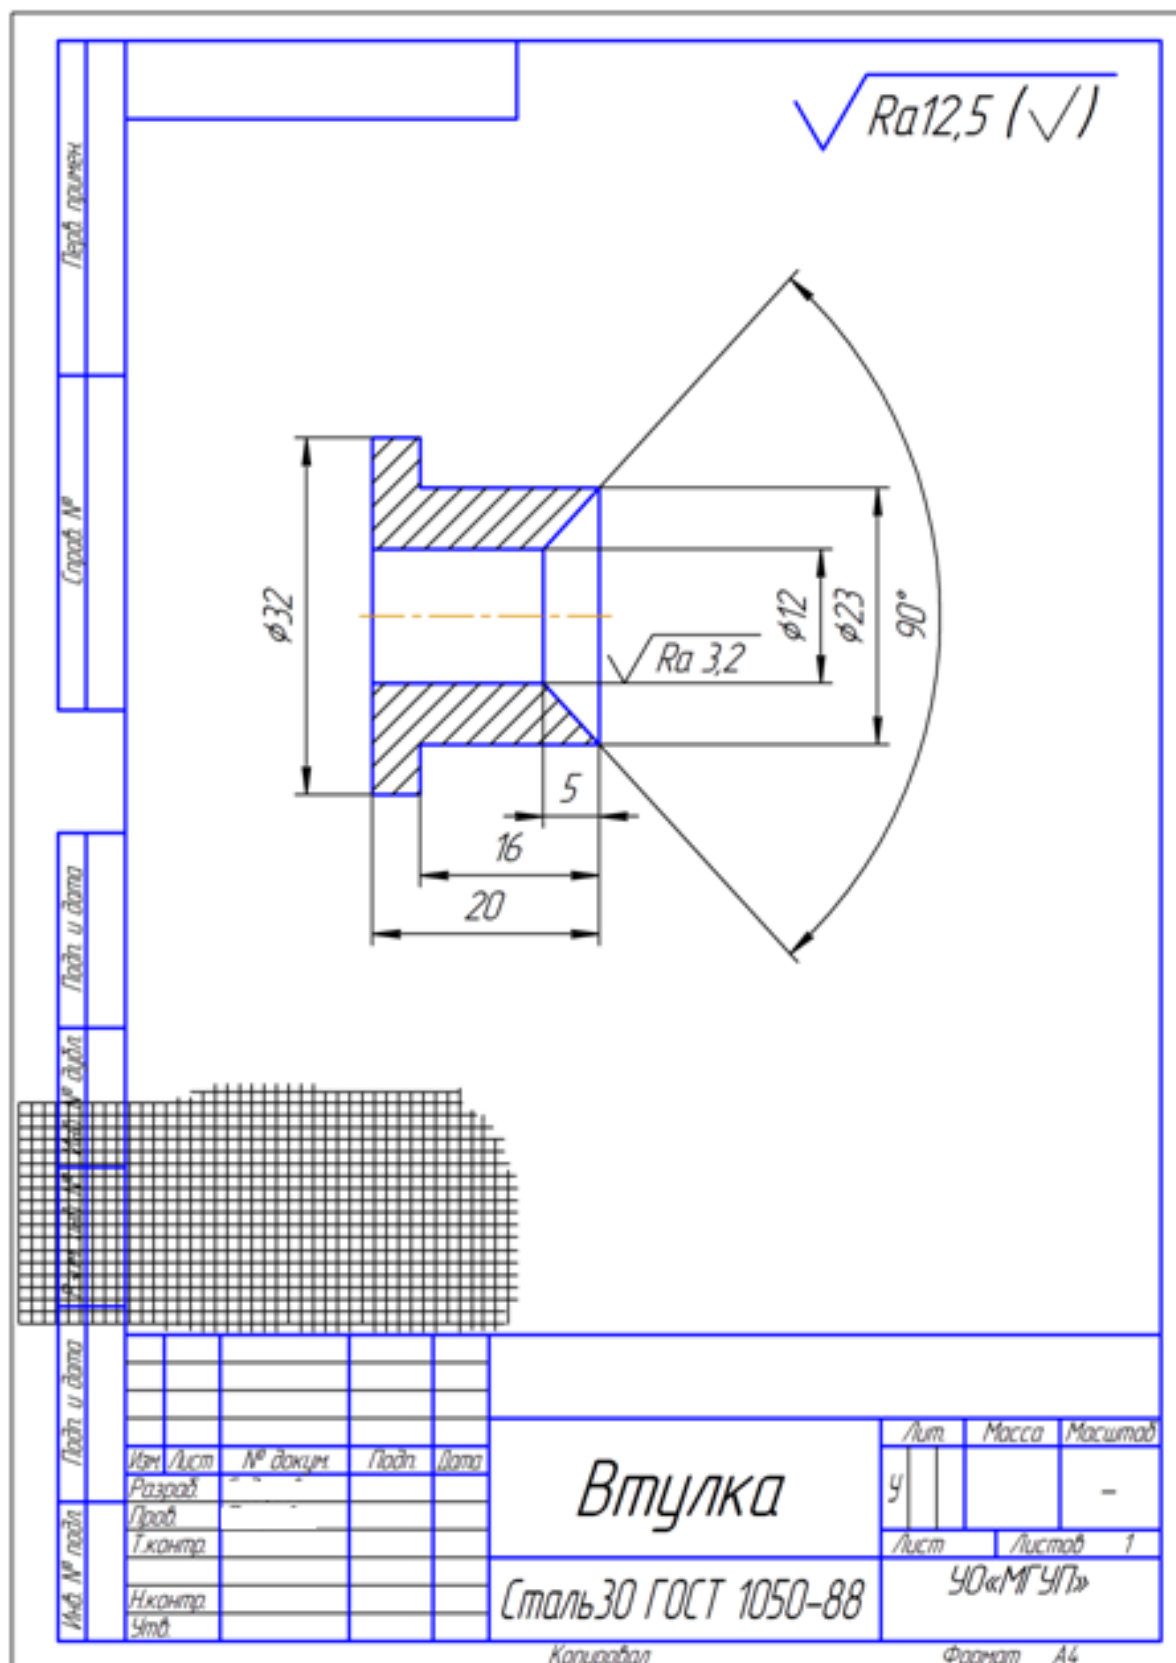

Рисунок 16
Эскиз детали – это документ, содержащий изображения детали, размеры для изготовления и контроля, знаки шероховатости, выполненный на любой бумаге, без масштаба, от руки и заполняется основная надпись (рисунок 16).
- 2) Эскиз детали (рисунок 16).